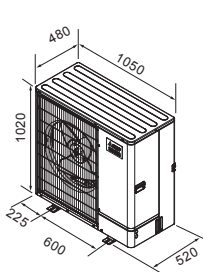

Fig. 2-1
2.2. Dimensões globais (Unidade exterior) (Fig. 2-1)